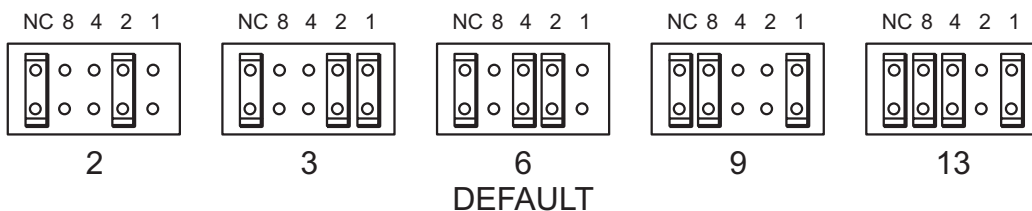

Figure 3a : vérification de l'adresse SCSI
L'adresse SCSI se règle par des cavaliers placés sur un groupe de broches situé à l'arrière du lecteur. À l'aide d'une pince à épiler ou d'une petite pince, déplacez les cavaliers en fonction de l'adresse souhaitée (voir Figure 3a). Si vous n'installez aucun cavalier, le micrologiciel configure par défaut le lecteur avec l'adresse SCSI 6. Si vous installez des cavaliers, le cavalier de gauche (NC) doit toujours être en place.